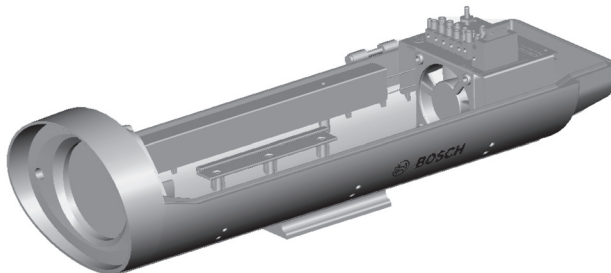

図 5.5 カメラトレイ全体をスロットへ差し込む
- 図 5.5のように、ハウジングのヒンジに近いスロットに、カメラトレイを差し込みます。これまでに組み立てた部品全体を、ハウジングのウィンドウ正面から約 5mm 前方へスライドさせます。ねじを適切なねじ穴に差し込み、締めます。